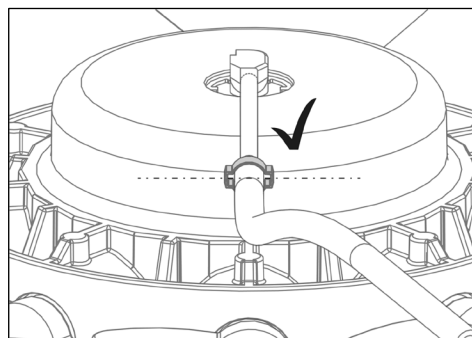

Fig. 17
- 10) Poziționați colierul de furtun așa cum este indicat în Fig. 17.